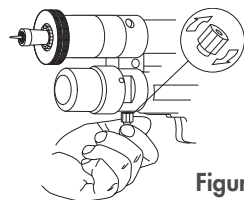

Figure 15
- 2) renverser l'écrou de protection et visser ceci (par le trou fileté) sur le dispositif de retour d'urgence (C) (figure 15);